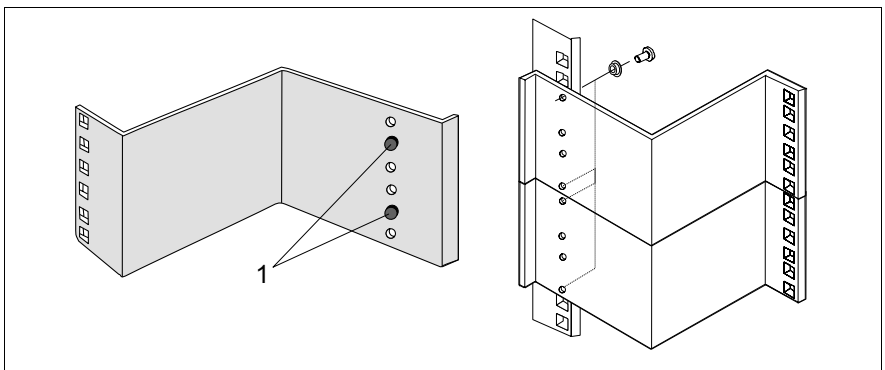

Bild 6: Tragewinkel anbringen
- Setzen Sie den ersten Tragewinkel in der richtigen Höhe (bündig mit der Unterkante des Geräts) am linken hinteren Montageholm an, indem Sie die Positionierhülsen (1 in Bild 6) in die entsprechenden Löcher des Montageholms einsetzen.
Beachten Sie, dass der zweite Tragewinkel bündig mit der Oberkante des ersten Tragewinkels angebracht werden muss (siehe Bild 6 auf Seite 33).